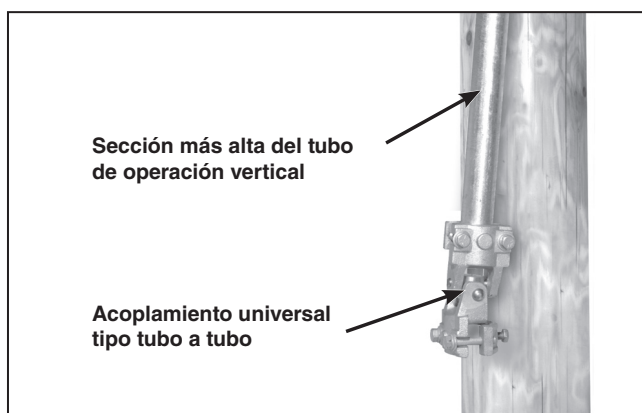

Figura 16. Colocación de acoplamiento tipo universal tubo a tubo en el extremo inferior del tubo de operación vertical.
**PASO 14.** Sujete un acoplamiento tipo universal tubo a tubo en el extremo inferior de la sección más alta del tubo de operación vertical. Vea la Figura 16. Saque el tornillo perforante de sujeción fuera del cuerpo del tubo antes de apretar los tornillos de la abrazadera del acoplamiento.